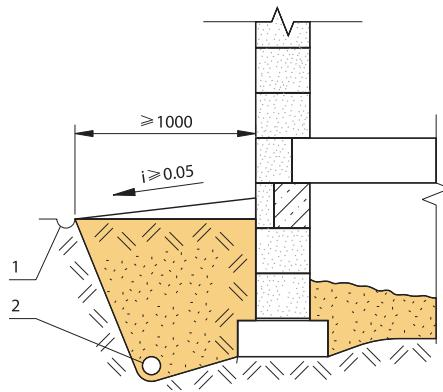

Рис. 4.1. Схема устройства дренажа
5. При устройстве фундаментов на участках с высоким уровнем грунтовых вод или при рельефе, способствующем скапливанию атмосферной влаги, по периметру здания следует предусматривать дренаж (вдоль отмостки – отвод атмосферной влаги; в уровне ниже подошвы фундамента – отвод грунтовых вод при наличии доступного перепада рельефа) (рис. 4.1).